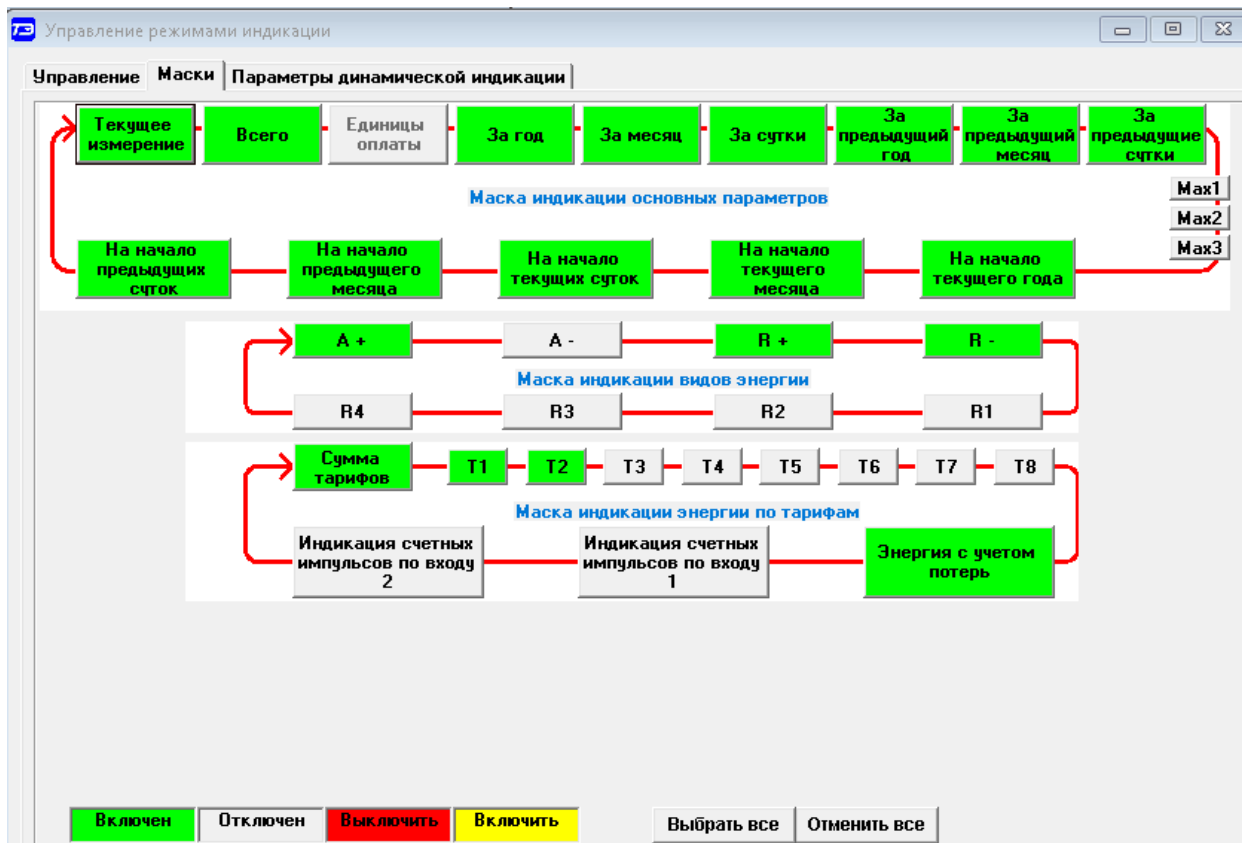

Рисунок 30– Вкладка «Маски» режимов индикации
4.16.6.4 На форме рисунок 30 замаскированными являются следующие режимы индикации: